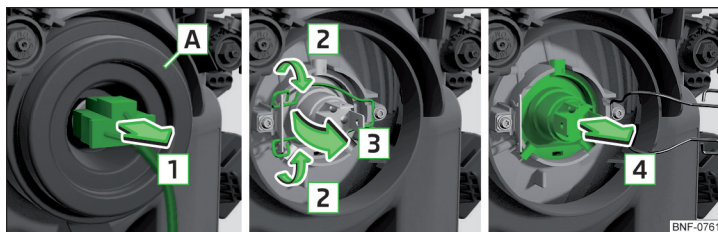

Fig. 172 Udskiftning af pære til nær- og fjernlys
- Træk stikket af pæren i pilens retning **1** » Fig. 172.
- Tryk låsebøjlen i retning mod forlygten, og hængt den derefter af i pilens retning **2** » Fig. 172.